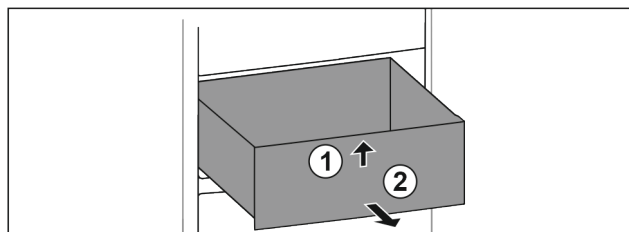

Fig. 95
- Predal spredaj dvignite. Fig. 95 (1)
- Predal vzemite ven v smeri naprej. Fig. 95 (2)